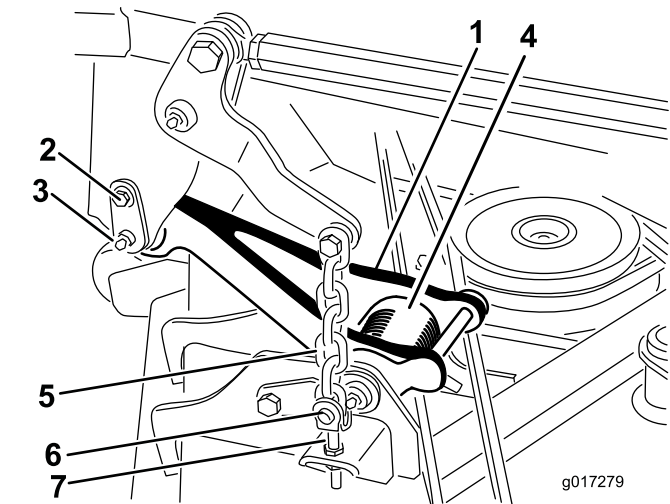

Figura 2
Nota: Quando il tosaerba è sollevato, si riduce la tensione delle molle di torsione del collegamento di trazione (**Figura 2**), favorendo notevolmente il distacco dei collegamenti di trazione dalla macchina.
2. Staccate il collegamento di trazione da ogni lato della macchina (**Figura 2**).
- A. Rimuovete la vite a perno che fissa il perno di ancoraggio al telaio portante (**Figura 2**).
- B. Fate scorrere con cautela il perno di ancoraggio dal telaio portante al collegamento di trazione (**Figura 2**).
6. Rimuovete i (4) perni ad anelli e i perni con testa che fissano le catene di sollevamento alle teste di regolazione sul tosaerba (Figura 2).
2. Installate i (4) perni con testa e i perni ad anelli che fissano le catene di sollevamento del tosaerba alle teste di regolazione sul tosaerba (Figura 2).
5. Allineate il collegamento di trazione al telaio portante e fissate il collegamento al perno di ancoraggio (Figura 2). Fissate il perno di ancoraggio al telaio con una vite a perno (Figura 2).